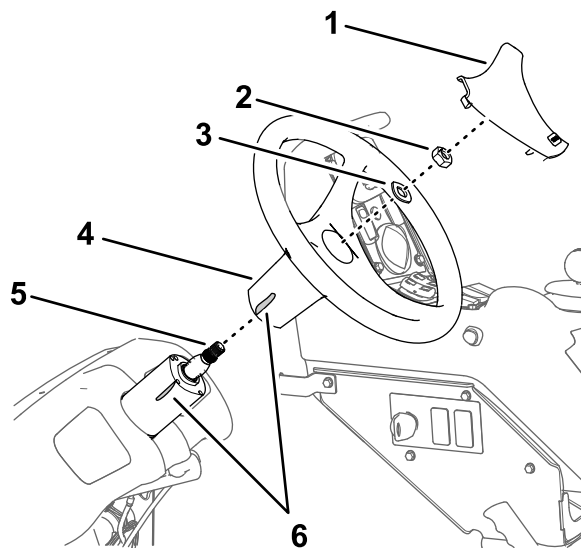

Рисунок 161
2. Снимите крышку с рулевого колеса (Рисунок 161).
3. Удалите гайку (5/8 дюйма) и шайбу (5/8 дюйма), которые крепят рулевое колесо к клапану рулевого управления, и снимите рулевое колесо (Рисунок 161).
1. Отметьте положение рулевого колеса на клапане рулевого управления отрезком ленты (Рисунок 161).